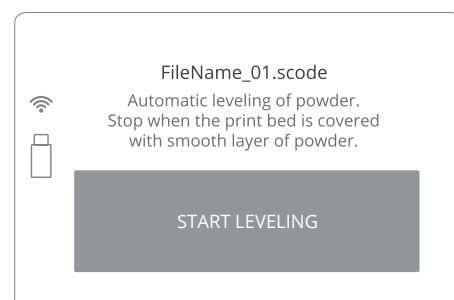

Abbildung 23. Bildschirm START LEVELLING.
16. Um das Pulver im Drucker zu nivellieren, klicken Sie auf die Schaltfläche „START LEVELING“ („NIVELLIEREN BEGINNEN“) (Abbildung 23).